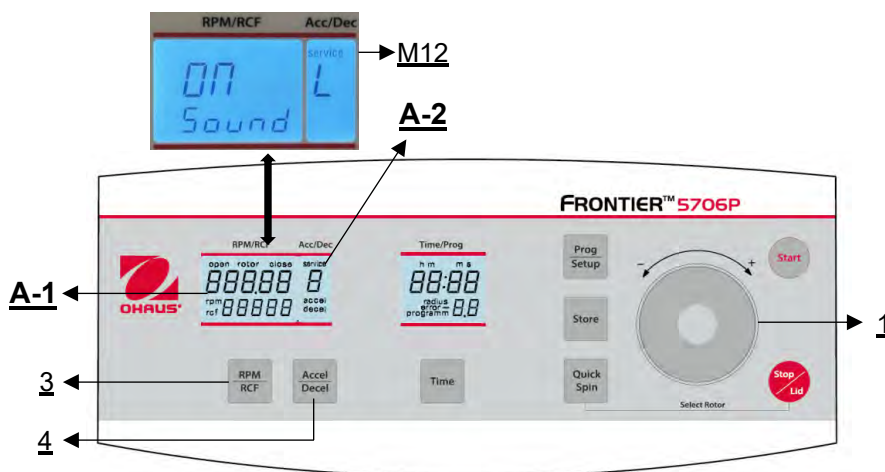

Figure 30
Procéder comme décrit au point 4.1.1 pour entrer dans ce mode de programmation et appuyer ensuite sur la touche **"Accel/Decel"** (4). Sur l'écran **"Acc/Déc"** (A-2), le mot **"Service"** (M12) clignote. Sélectionnez maintenant la lettre **"L"** à l'aide de la molette (1). Les mots "On Sound" apparaissent alors dans l'affichage **"RPM | RCF"** (A-1). Si vous appuyez maintenant sur la touche **"RPM | RCF"** (3), le mot **"On"** clignote et vous pouvez désactiver le son à l'aide de la molette (1) (voir Figure 30).